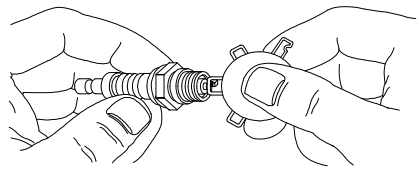

Figura 4-4. Bujía
3. Consulte Figura 4-4. Compruebe la separación entre electrodos con un calibrador de espesor y reajuste la separación entre bujías a 0.70 - 0.80 mm (0.028 - 0.031 pulg.).